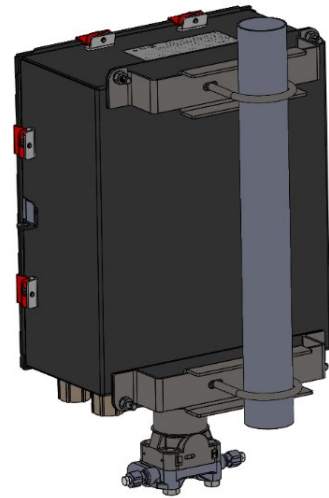

Figure 7. FB2200 (boîtier en aluminium) monté sur tuyau
2. Le FB2200 se monte sur un poteau ou un tuyau de 2 pouces (voir *Figure 7*) ; il peut également être monté sur un mur ou un panneau au moyen des quatre trous présents sur le boîtier et de fixations adéquates.